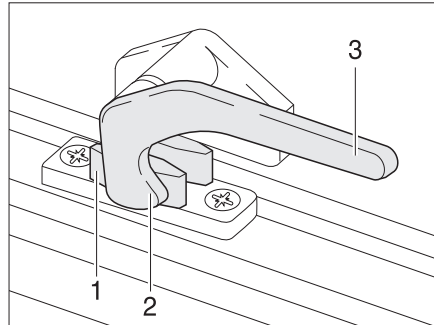

Fig. 34 Palanca de bloqueo en la posición de "cerrado"
- Girar la palanca de bloqueo (Fig. 34,3) un cuarto de vuelta hacia la mitad de la ventana.
- Girar la palanca de bloqueo (Fig. 34,3) un cuarto de vuelta hacia el marco de la ventana. El saliente de bloqueo (Fig. 34,2) se encuentra en la cara interior del bloqueo de la ventana (Fig. 34,1).
- En la posición "cerrada fijamente" (Fig. 34)